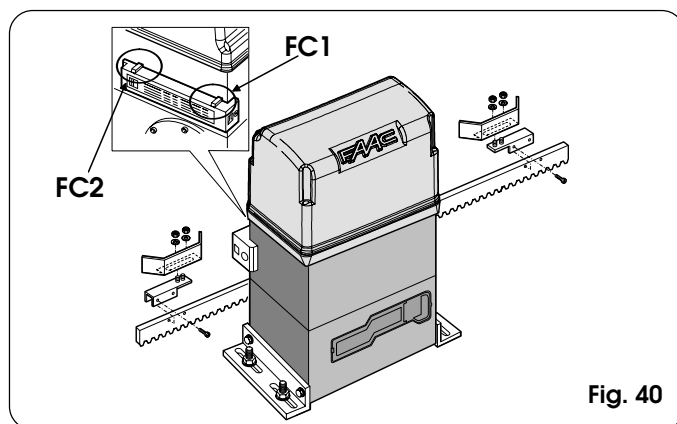

Fig. 40
- 1) Monteer de eindaanslag waarbij u het plaatje centreert ten opzichte van de schroefpenen van de drager (fig. 40).